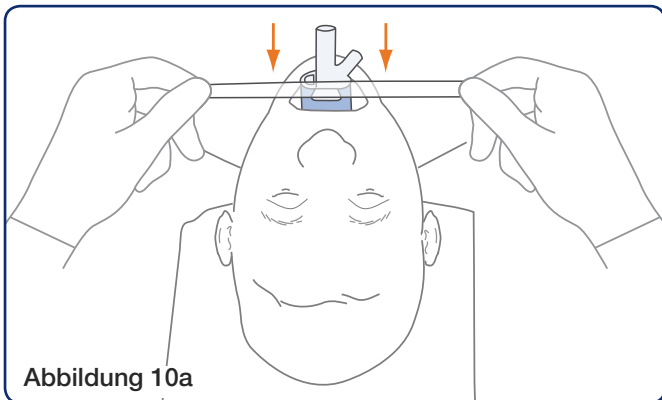
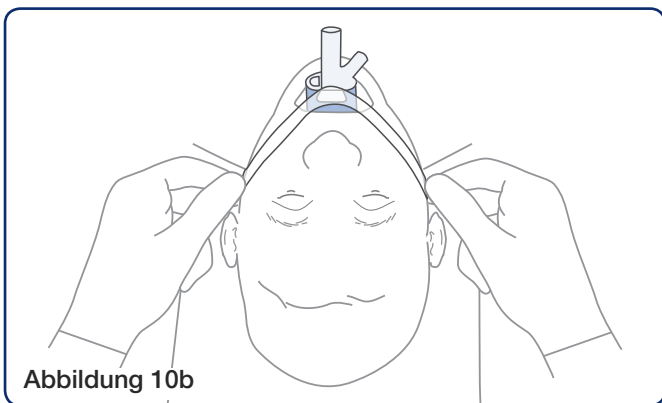

Abbildung 10a
Abbildung 10b
**Abbildung 10:** Fixieren Sie das Produkt mithilfe eines Heftpflasters. Ziehen Sie das Heftpflaster wie in der Darstellung (siehe Abbildung 10a), um sicherzustellen, dass die Mitte des Pflasters die Lasche hinunterdrückt (Abbildung 10b).